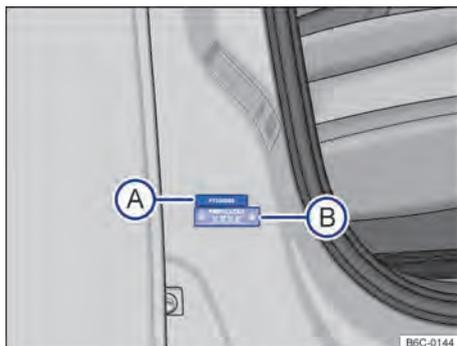

Fig. 173 Na coluna da porta dianteira direita: etiqueta com número de identificação do veículo parcial (A) e etiqueta do ano de fabricação (B).
As etiquetas com o número de identificação do veículo parcial estão localizadas na coluna da porta dianteira direita → Fig. 173 (A) e na coluna da suspensão esquerda. Estas etiquetas são destruídas ao serem removidas. Para chegar ao número de identificação do veículo parcial na coluna da suspensão esquerda, abrir a tampa do compartimento do motor △ → Página 187.
A etiqueta com o número de identificação do ano de fabricação está localizada na coluna da porta dianteira direita → Fig. 173 B. Esta etiqueta é destruída ao ser removida.